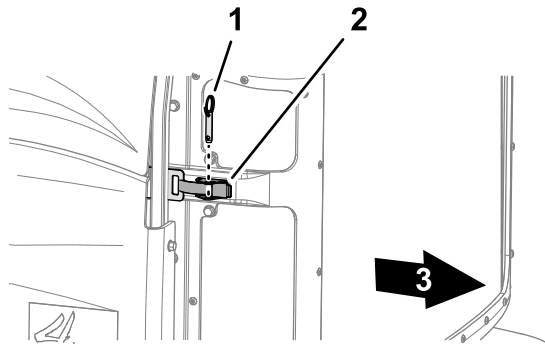

Figura 65
- Retire el pasador de bola del cierre de la rejilla (Figura 65).